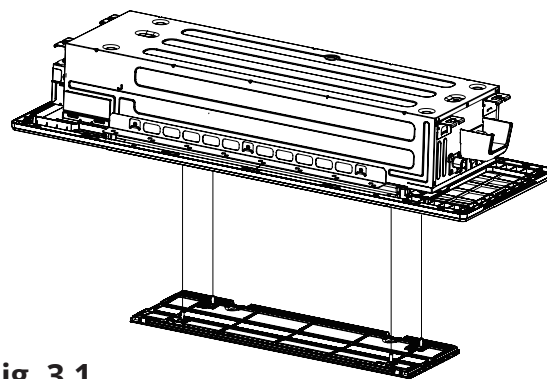

Fig. 3.1
3. Luego, presione el botón **DOWN (ABAJO)** en el control remoto. La rejilla de entrada de aire comenzará a bajar automáticamente. Espere hasta que se detenga antes de intentar retirar el filtro de aire (**consulte la Fig. 3.1**).